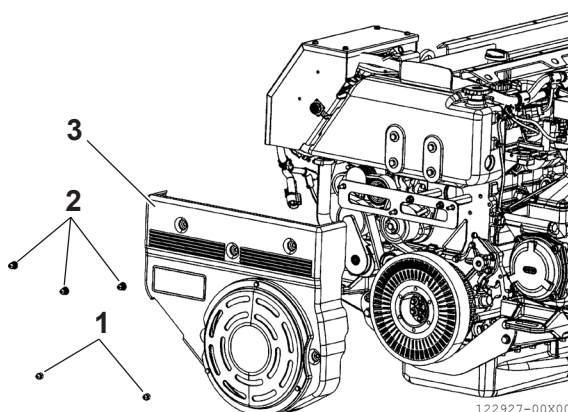

Figura 21
1. Svitare i dadi (**Figura 21, (1)**).
(**Figura 21, (2)**) e rimuovere la protezione anteriore (**Figura 21, (3)**).